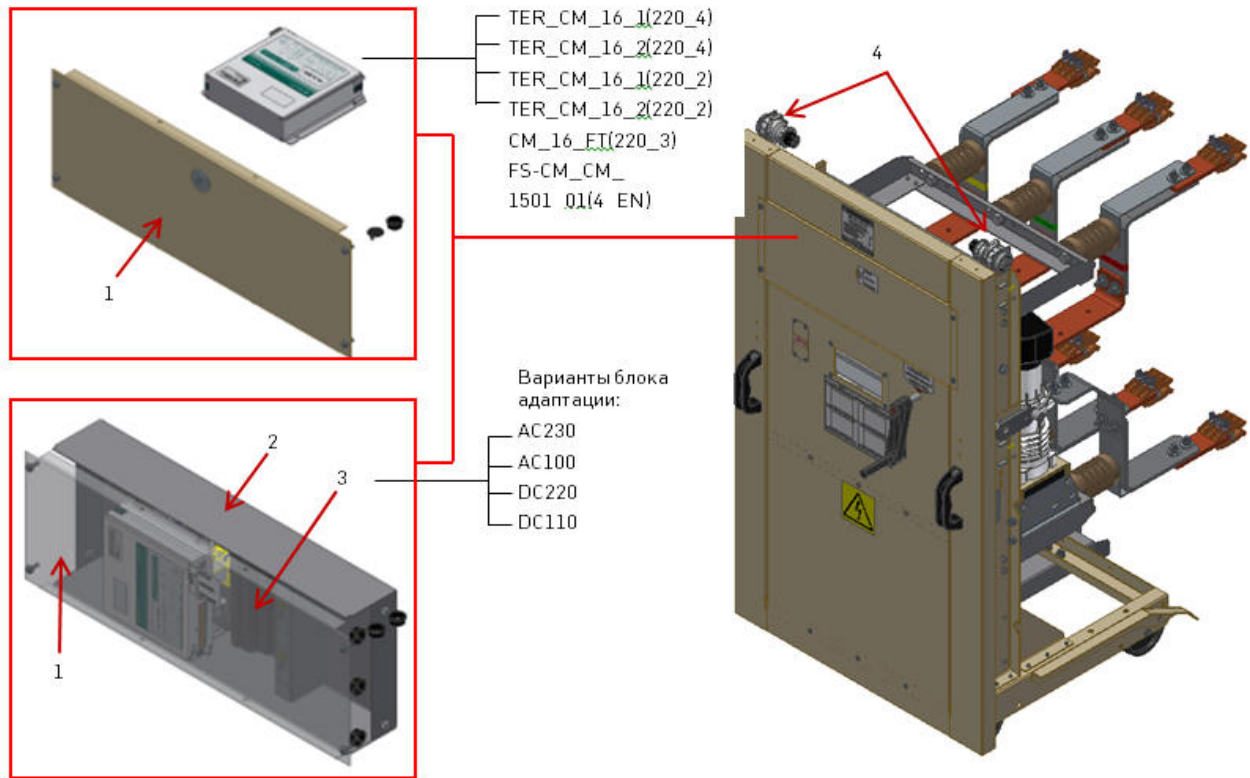

Рис.4.12. Варианты исполнения электромонтажа
- БУ устанавливается в релейном отсеке шкафа КРУ. В этом случае на ВЭ устанавливается только панель 1 рис. 4.12 а. Исполнение жгутов цепей управления зависит как от типа оперативного питания (переменное – АС, постоянное – DC) так и от применяемого КМ (LD8). БУ, соответствующий используемому КМ, и комплект монтажный модуля управления TER_CBmount_CM_1(0_0) поставляются в своей упаковке комплектно ВЭ;
- БУ устанавливается на ВЭ. В этом случае помимо панели 1 на ВЭ устанавливается короб 2 рис. 4.12 б с установленным в нем блоком адаптации 3, позволяющим адаптировать цифровой БУ к аналоговым защитам релейного шкафа КРУ. Исполнения жгутов управления различаются не только по типу оперативного питания (AC100, AC230 или DC110, DC220), но и по применяемому КМ (LD8).
Разъемы вторичных цепей (СШР55 или Nap 32К) (поз. 4 рис. 4.12) поставляются комплектом: в установленном на выводные жгуты ВЭ виде. Данные разъемы устанавливаются согласно схеме подключения, предоставленной заказчиком перед установкой ВЭ в шкаф КРУ. Процесс установки разъема, а также схемы подключения описаны в соответствующих приложениях.